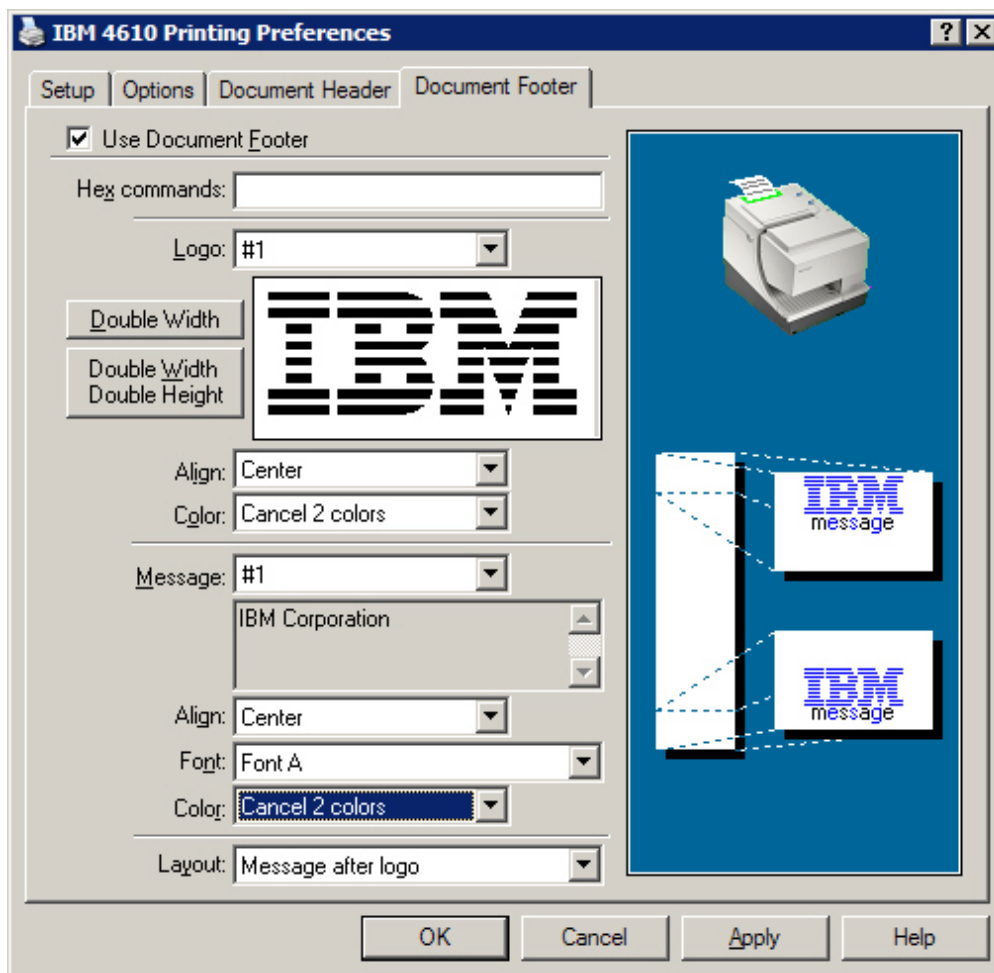

Figure 26. Selecting a footer message
7. To specify a message (see Figure 26):